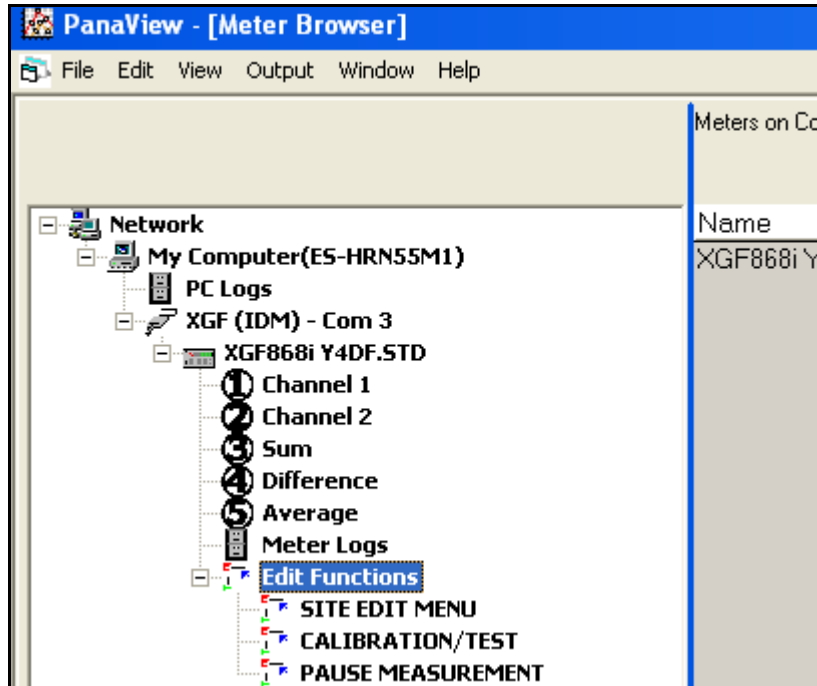

Рис. 40: Меню опций в *Edit Functions*
2. Разверните параметр *Edit Functions*. Появится окно, сходное с представленным на Рис. 40 внизу.